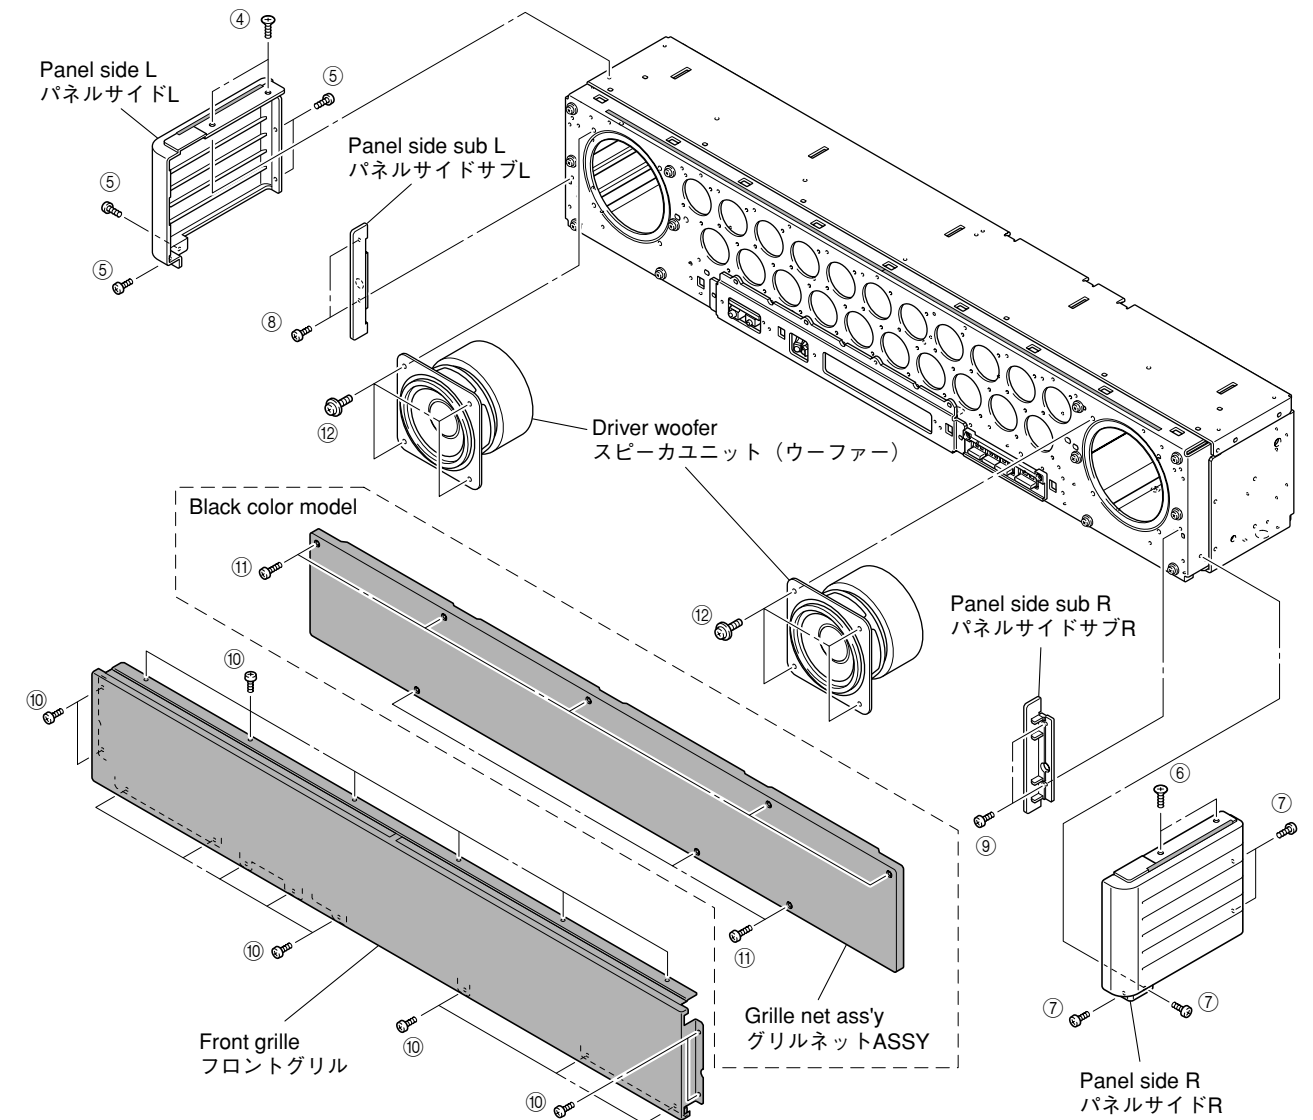

Fig. 3
- Remove 2 screws (④), 4 screws (⑤) and then remove panel side L. (Fig. 3)
- Remove 2 screws (⑥), 4 screws (⑦) and then remove panel side R. (Fig. 3)
- Remove 2 screws (⑧) and then remove panel side sub L. (Fig. 3)
- Remove 2 screws (⑨) and then remove panel side sub R. (Fig. 3)
- Remove 18 screws (⑩) and then remove front grille ass'y. (Fig. 3)
- Remove 8 screws (⑪). (Fig. 3)
- Remove grille net ass'y. (Fig. 3)
- Remove 4 screws/piece (⑫). (Fig. 3)
- Remove driver woofer. (Fig. 3)
- ④のネジ2本、⑤のネジ4本を外し、パネルサイドLを取り外します。(Fig. 3)
- ⑥のネジ2本、⑦のネジ4本を外し、パネルサイドRを取り外します。(Fig. 3)
- ⑧のネジ2本を外し、パネルサイドサブLを取り外します。(Fig. 3)
- ⑨のネジ2本を外し、パネルサイドサブRを取り外します。(Fig. 3)
- ⑩のネジ18本を外し、フロントグリルを取り外します。(Fig. 3)
- ⑪のネジ8本を外します。(Fig. 3)
- グリルネットASSYを取り外します。(Fig. 3)
- ⑫のネジ4本/個を外します。(Fig. 3)
- スピーカーユニット(ウーファー)を外します。(Fig. 3)